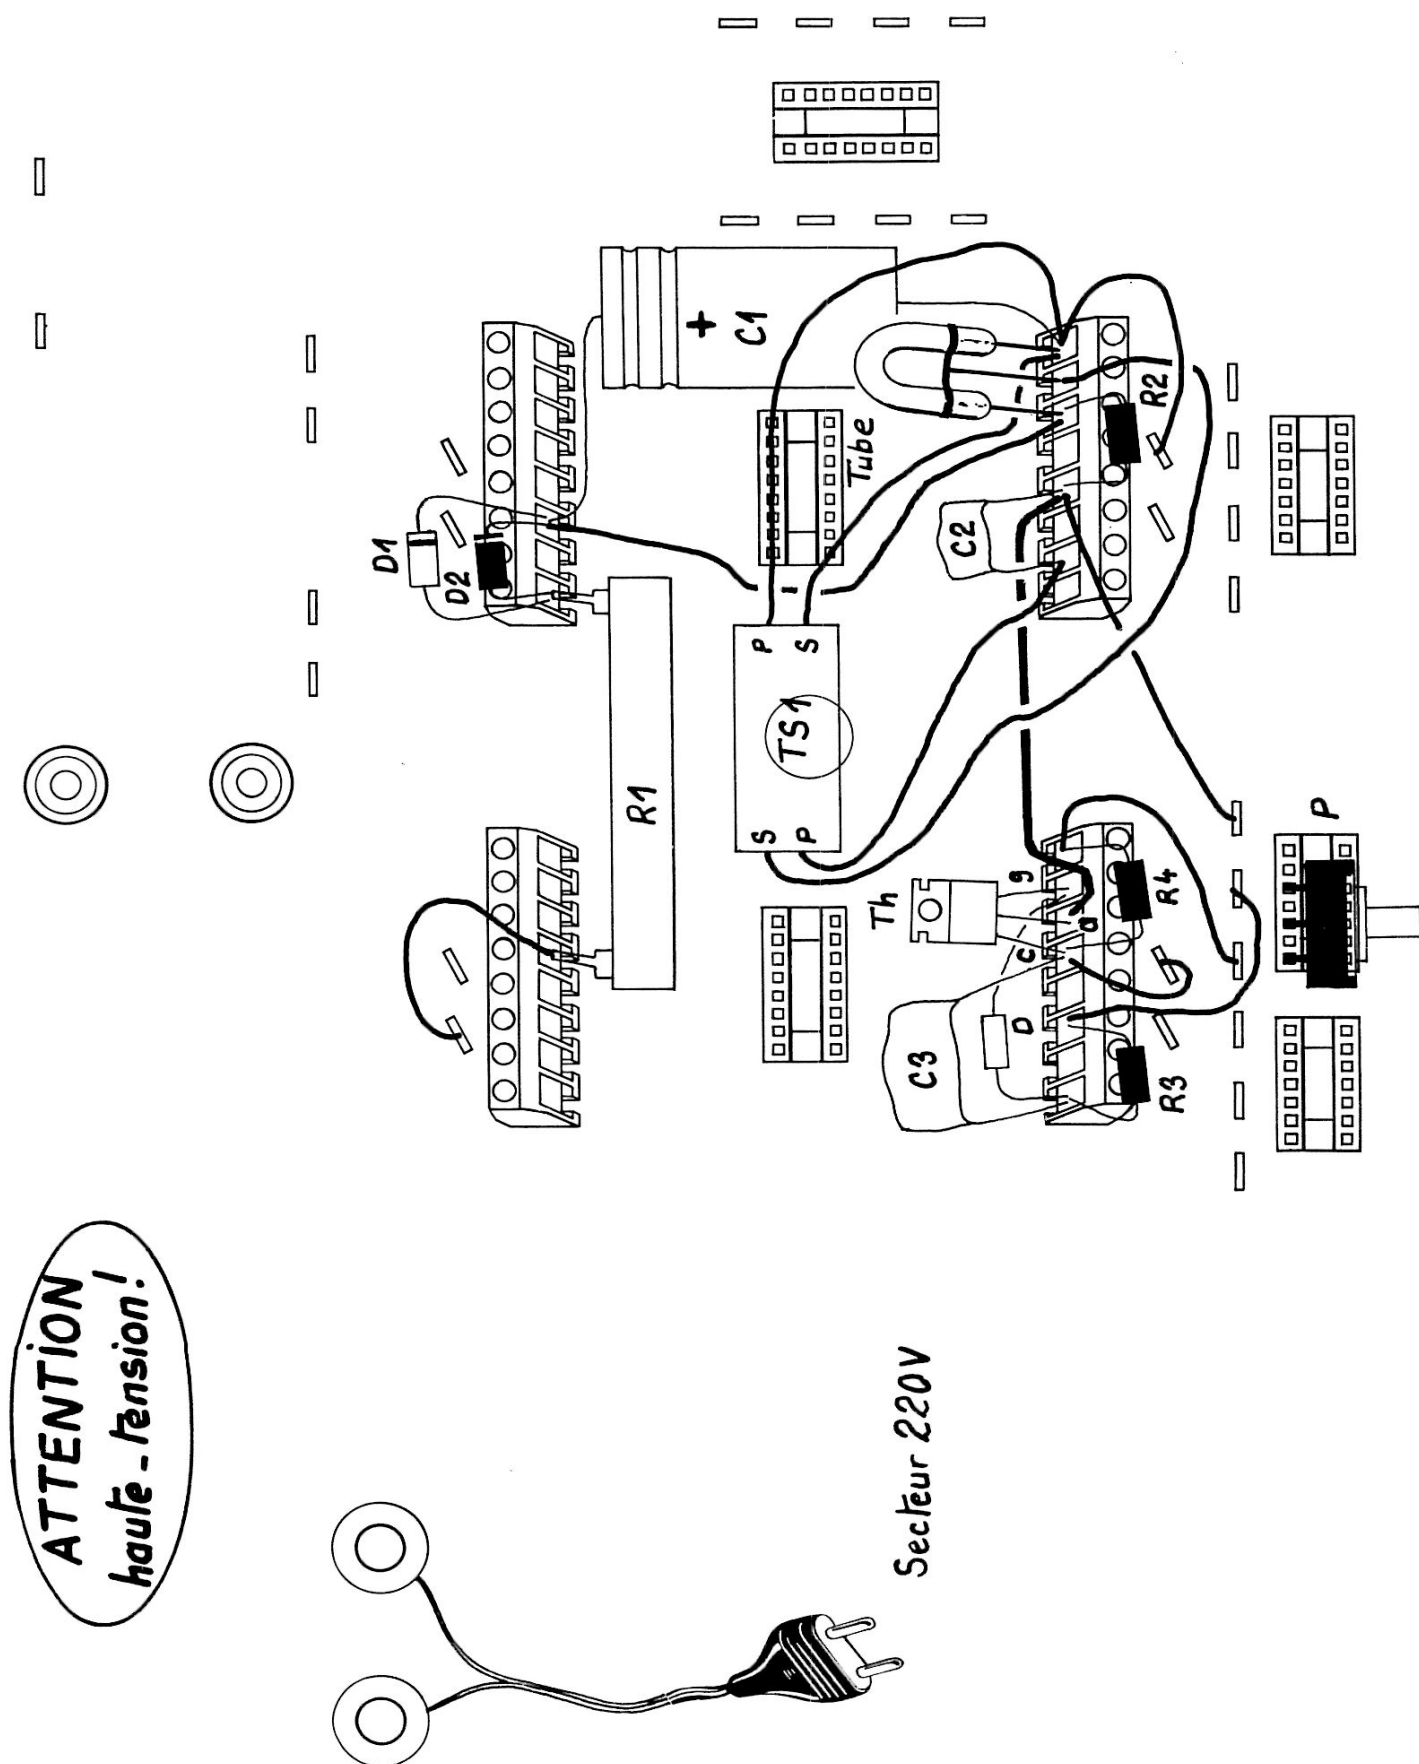

Fig. 4-13 -
- La réalisation pratique est représentée en figure 4-13. Signalons que :